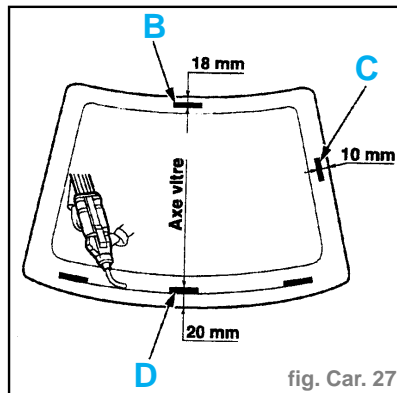

fig. Car. 27
- Chausser l'enjoliveur de pavillon (7) sur la vitre en (C).
- Poser le cordon de colle (fig. Car. 27) :